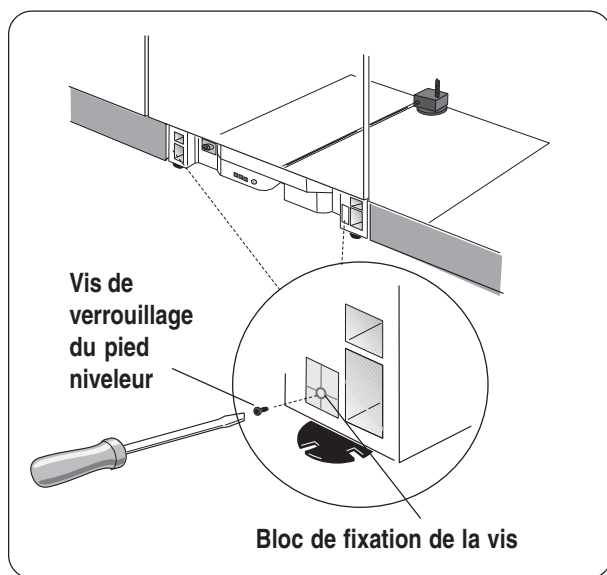

Figure 22
- 2 Une fois l'appareil installé dans l'ouverture, mettre de niveau et fixer, verrouiller les deux pieds niveleurs avant en vissant les vis des verrouillage dans chaque vis située devant les pieds niveleurs, **figure 22**.